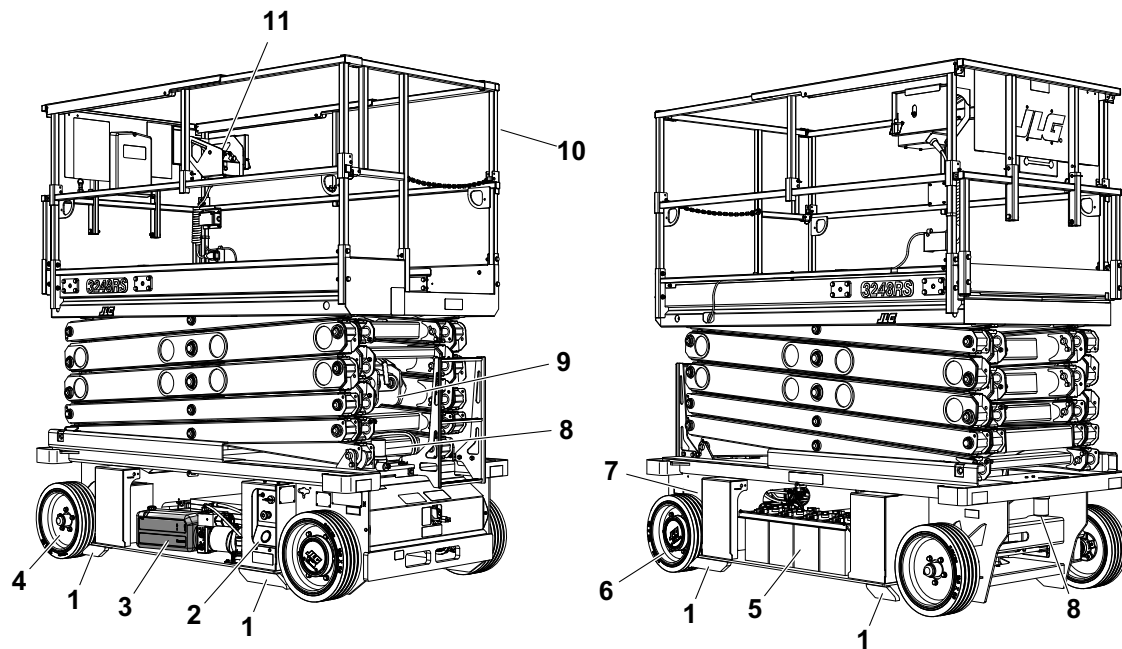

Figura 2-1. Inspeção Visual Diária (Tampas Laterais Removidas) - Todas as Máquinas
5. **Inspeção Visual** – Consulte a Figura 2-1. na página 2-7.
Inicie a “Inspeção Visual” do item 1; consulte a Figura 2-1. na página 2-7. Continue verificando cada item na sequência quanto às condições descritas na seguinte lista de verificação.